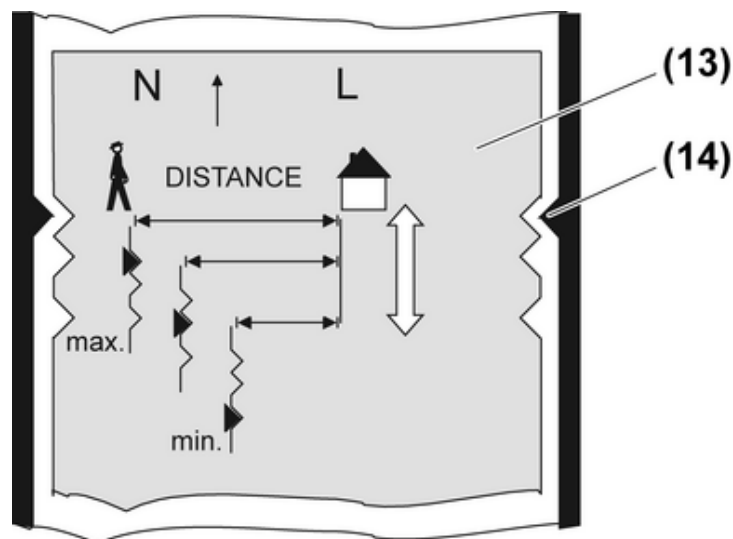

Bild 6: Reichweite einstellen
- Innengehäuse in mittlerer oder unterer Raste (Bild 6)
Die Reichweite des Bewegungsmelders kann durch Verschieben des Innengehäuses (13) in 3 Stufen eingestellt werden (Bild 6).
- Reichweite durch Verschieben des Innengehäuses (Bild 6) einstellen.